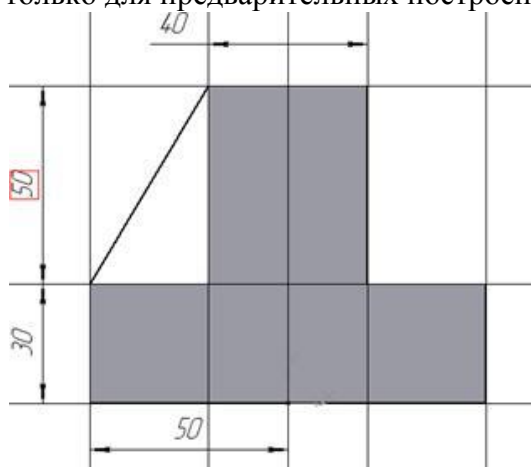

Рисунок 16 - Построение эскиза ребра жесткости
5. Для построения ребер жесткости служит кнопка  Ребро жесткости. На панели свойств команды (рис.16) закладка Толщина позволяет выбрать Толщину ребра жесткости. Закладка Параметры позволяет определить: